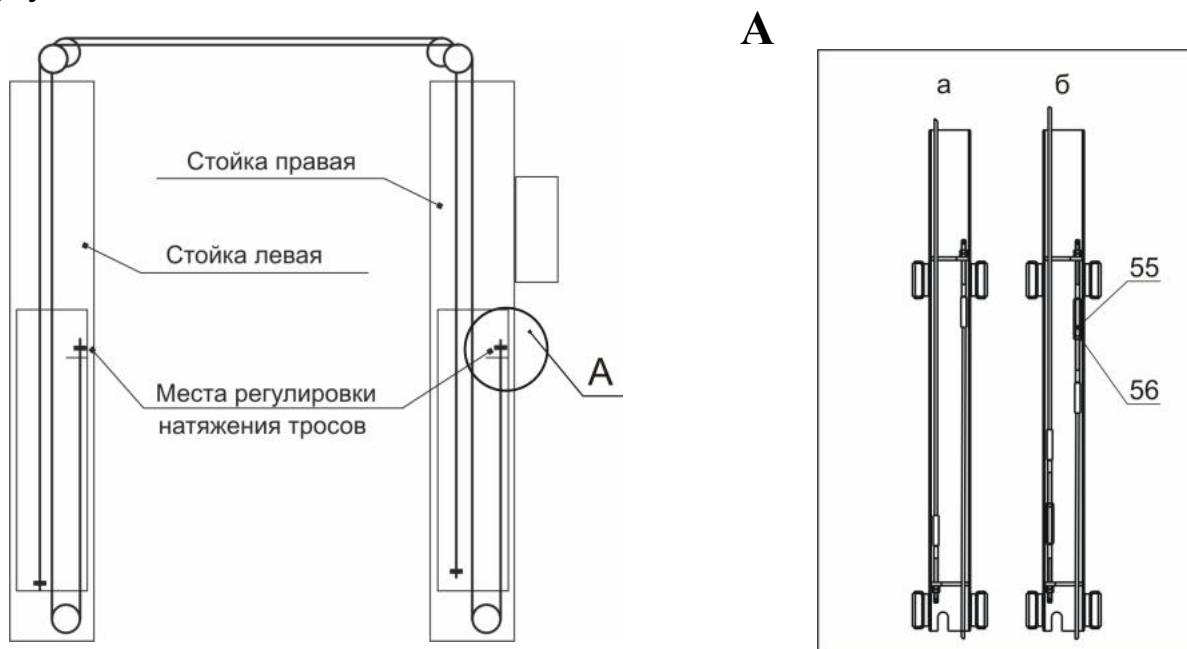

Рисунок 10 Схема запасовки синхронизирующих тросов
6.5. Установить тросы системы синхронизации кареток (см. рис. 10). При высоте подъемника 4197мм тросы закрепляются по схеме «а» рисунок 10. При высоте подъемника 4447мм тросы удлиняются с помощью шпилек 55, схема «б», рисунок 10. Шпильки поз.55 законтрить гайками поз.56. Для облегчения монтажа тросов использовать тонкую проволоку, продетую через отверстие в наконечнике троса. Отрегулировать натяжение тросов. При чрезмерном натяжении тросов каретки движутся прерывисто. При недостаточном натяжении тросов одна каретка при движении может опережать другую.